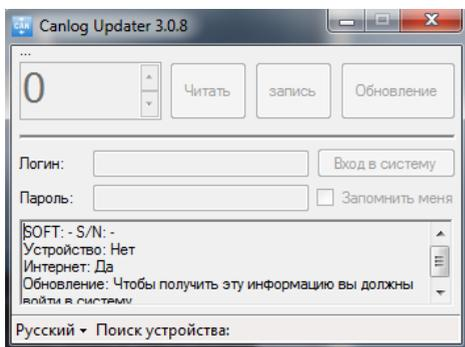

Рис. 8 – Программа Canlog Updater.
2. Запустите программу Canlog Updater («UCanlogUpdater.exe») (см. рис. 8).